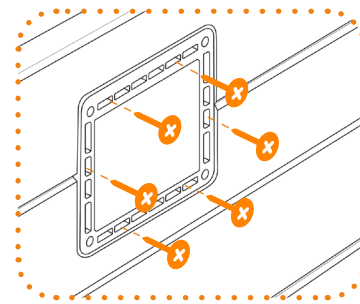

Fig. 16
- Et fixé avec la référence vis  $\varnothing 0.4 \times 40$  incluses dans le colisage article (fig.16)